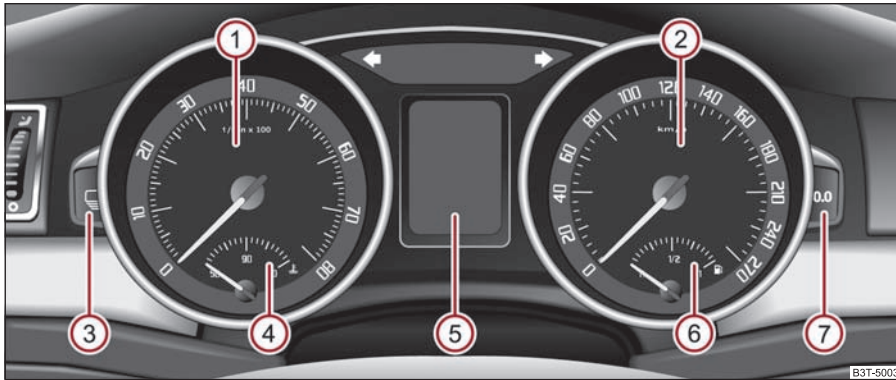

Fig. 15 Panoul de bord
Zona roșie de pe scala turometrului ① ⇒ fig. 15 marchează domeniul în care unitatea de comandă a motorului începe să limiteze turația motorului. Unitatea de comandă a motorului limitează turația motorului la o valoare limită sigură. ►
Indicatorul temperaturii lichidului de răcire (4) ⇒ pagina 15, fig. 15 funcționează numai când contactul motor este pus.
Indicatorul rezervei de combustibil (6) ⇒ pagina 15, fig. 15 funcționează numai când contactul motor este pus.